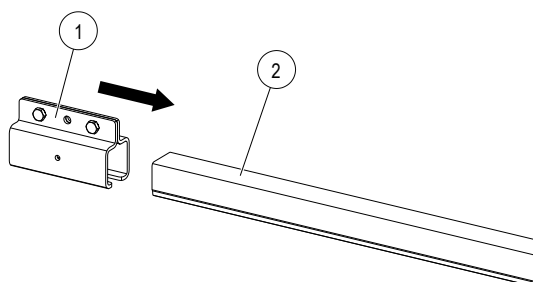

Abb. 15: C-Schienenverbinder auf C-Schiene schieben
- Den C-Schienenverbinder (Pos. 1) bis zur Hälfte auf die C-Schiene (Pos. 2) schieben (siehe Abb. 15).
- Den C-Schienenverbinder auf das gerade C-Schienenstück, mit dem der C-Schienenbogen der Schiebeweiche montiert werden soll, schieben (siehe Abb. 15).